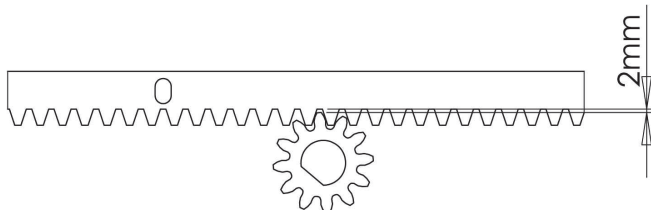

图 16
6.6. 齿条与齿轮之间预留2 mm间隙以免电机承受门的重量如图16。